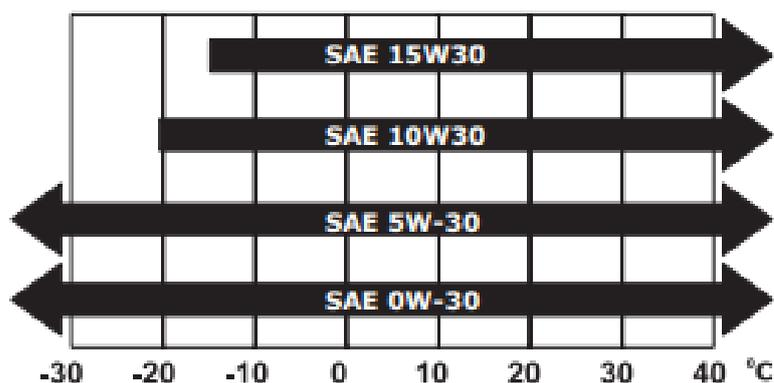

Рис. 2
– SAE 5W-30. В летний период можно использовать масло SAE 30 (Рис. 2).